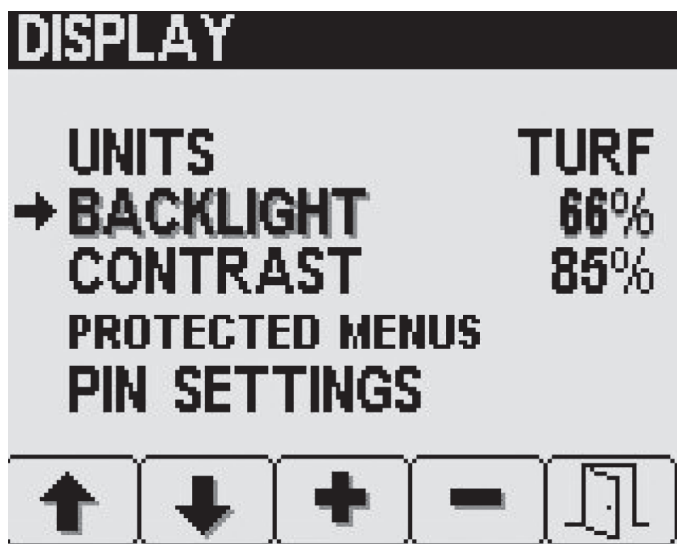

Figure 26
2. Sur l'écran du menu Affichage, appuyez sur la touche 2 jusqu'à atteindre l'option Rétroéclairage ou l'option Contraste (Figure 26).
- Appuyez sur la touche 3 (augmenter) ou la touche 4 (diminuer) pour régler le rétroéclairage ou le contraste de l'écran à LED (Figure 26).